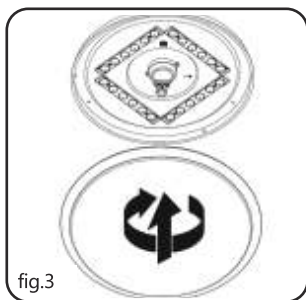

fig.3
- 4. fig. 3:** Posizionare la cupola sulla piastra di base (sistema di bloccaggio a baionetta).